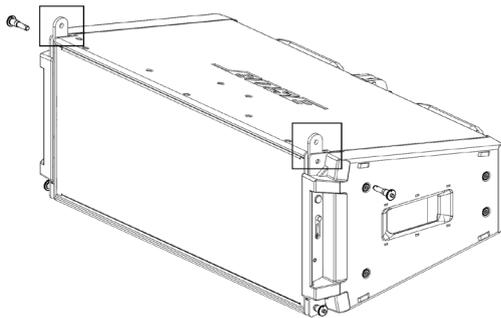

图 1.提起模块上的连接环
7. 提起模块上的连接环：卸下插销，将连接环开关从 STOW 位置滑到 LINK 位置，然后装回插销。参见图 1。